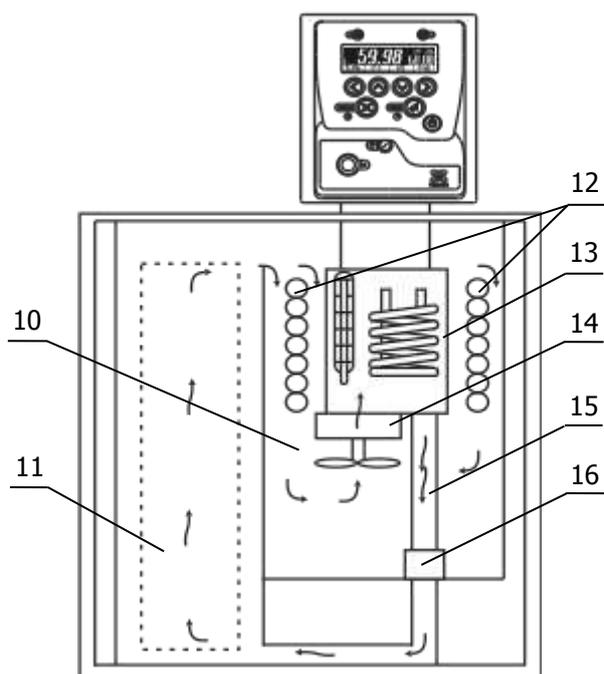
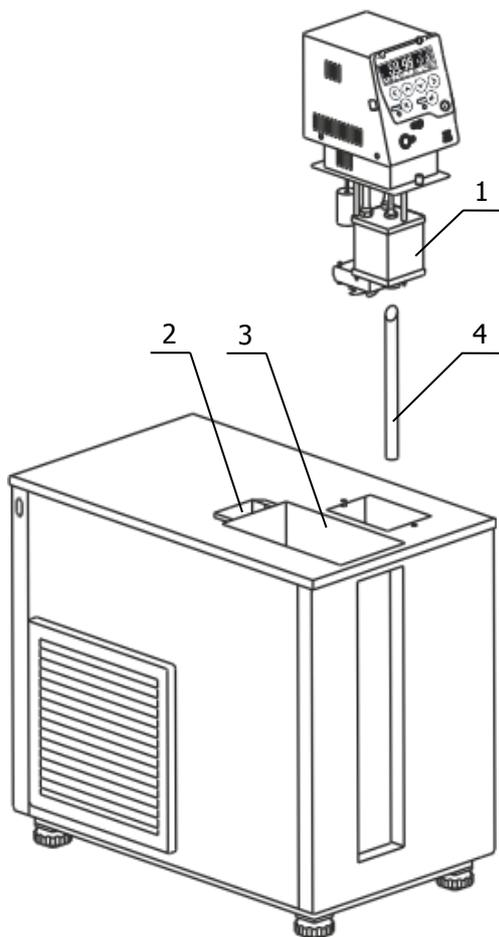
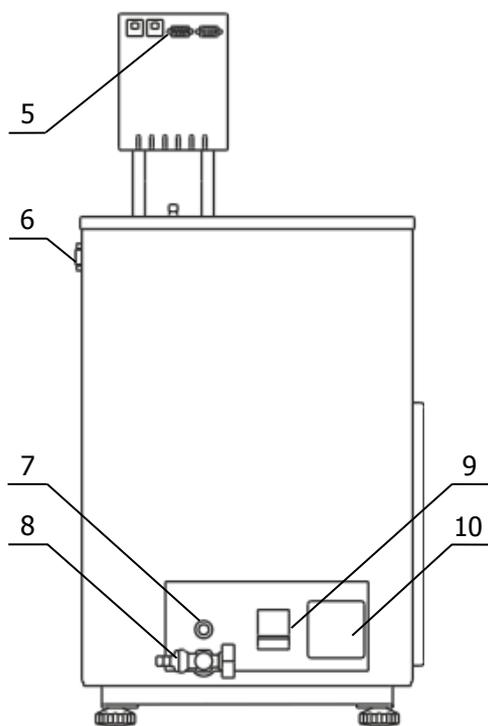

Рисунок 3 — Принцип работы термостата
Рисунок 4 — Установка блока регулирования температуры
Рисунок 5 — Задняя панель термостата
2.2.3 Вставить выходную трубку 4 (рисунок 4) в соединительную муфту 16 (рисунок 3) косым срезом вверх, как показано на рисунке 4.
2.2.4 Насадить блок регулирования резервуаром 1 сверху на трубку 4 (рисунок 4), преодолевая при необходимости сопротивление витков теплообменника 12 (рисунок 3), и зафиксировать винтовыми фиксаторами на крышке термостата.
2.2.5 К переливному штуцеру 7 (рисунок 5) присоединить гибкий шланг, второй конец которого опустить в емкость для сбора излишков теплоносителя объемом 1.5–2 литра.
2.2.6 Заполнить ванну термостата теплоносителем через отверстие над рабочей ванной 3 (рисунок 4) до момента начала слива теплоносителя из переливного штуцера 7 (рисунок 5). Температурный диапазон применения теплоносителя должен соответствовать значениям, указанным в 1.2.5.
2.2.8 Вставить вилку сетевого кабеля блока регулирования в розетку 10 (рисунок 5). Соединить кабелем из комплекта поставки блок регулирования (разъем 5) и холодильную машину (разъем 6). Сетевую кабель термостата подключить к питающей сети напряжением 220 В. Для этого в лабораторном помещении должна быть установлена электрическая розетка из комплекта поставки термостата.
2.2.9 Автоматический выключатель 9 (рисунок 5) перевести в положение «включено».
2.2.10 Включить блок регулирования в соответствии с документом ТКЛШ 3.222.009-21 РЭ «Блок регулирования температуры погружной циркуляционный М03М серии МАСТЕР». При работе циркуляционного насоса уровень теплоносителя в рабочей ванне поднимается, и теплоноситель начинает равномерно переливаться в основную ванну. При этом уровень теплоносителя в основной ванне падает, что может привести к срабатыванию защиты от недостаточного уровня теплоносителя. Доливать теплоноситель следует до момента начала слива из переливного штуцера 7 (рисунок 5).
Причина отсутствия перелива — неправильная работа насоса, вызванная воздушной пробкой, образовавшейся в резервуаре 1 (рисунок 4). Для ее устранения необходимо:
2.2.11 Для обеспечения видимости шкалы погруженных в цилиндры ареометров вставить светильник из комплекта поставки в отверстие 2 (рисунок 4).
2.4.5 Надеть сливной шланг из комплекта поставки на сливной кран 8 (рисунок 5) и закрепить его хомутом. Свободный конец шланга опустить в емкость для сбора теплоносителя объемом не менее 25 литров.